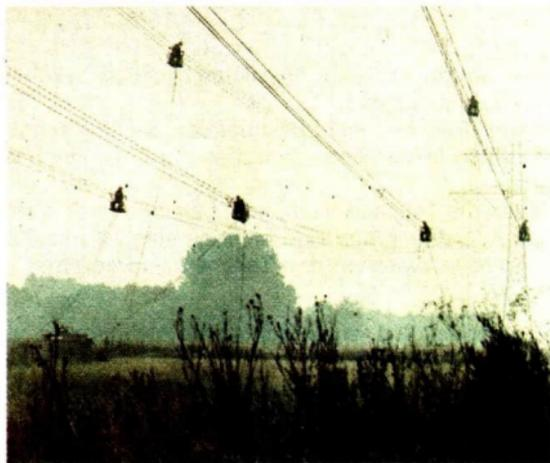

Abb. 35
Die gute elektrische Leitfähigkeit von Kupfer (Abb. 35), Aluminium, Silber und Gold wird in der Elektrotechnik und Elektronik genutzt. Kupfer als sehr guter Wärmeleiter hat große Bedeutung beim Bau von Heizkesseln und Heizanlagen. Die geringe Dichte von Magnesium und Aluminium macht diese Metalle unentbehrlich für den Bau von Flugzeugen. ③